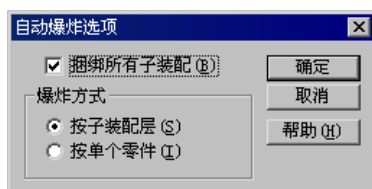

图 5.5.4 “自动爆炸选项”对话框
-  按钮：单击此按钮，系统弹出“自动爆炸选项”对话框（图 5.5.4）。